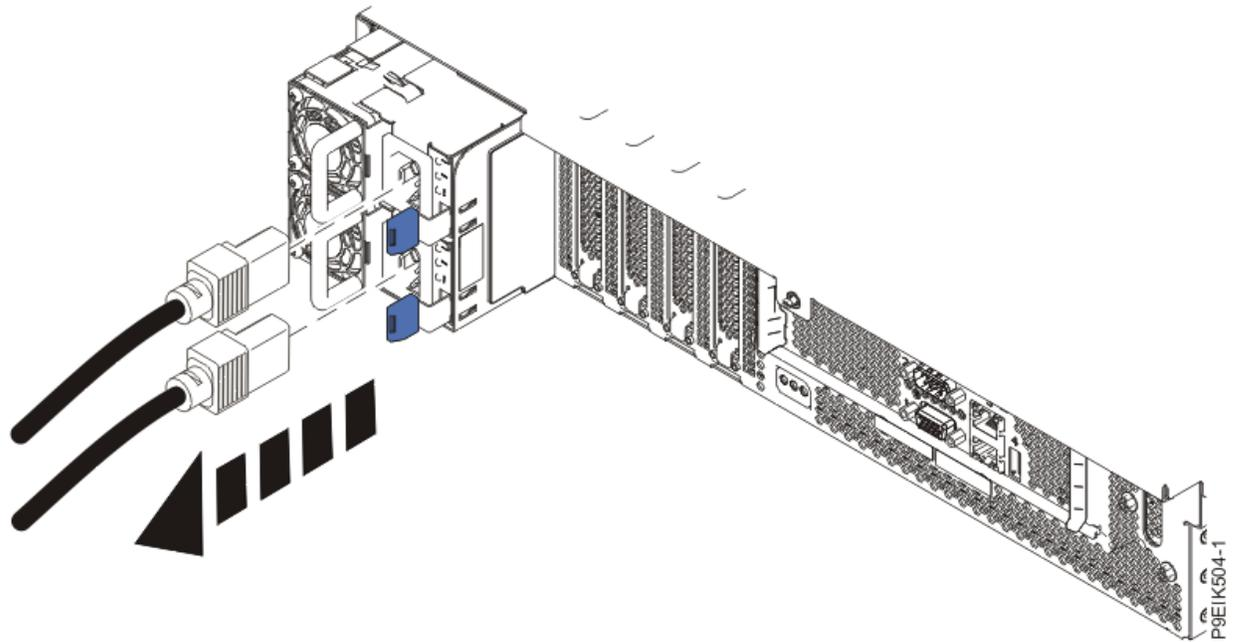

Figura 70. Extracción de los cables de alimentación del sistema
4. Desconecte los cables de alimentación de la unidad del sistema, como se muestra en la Figura 70 en la página 114.